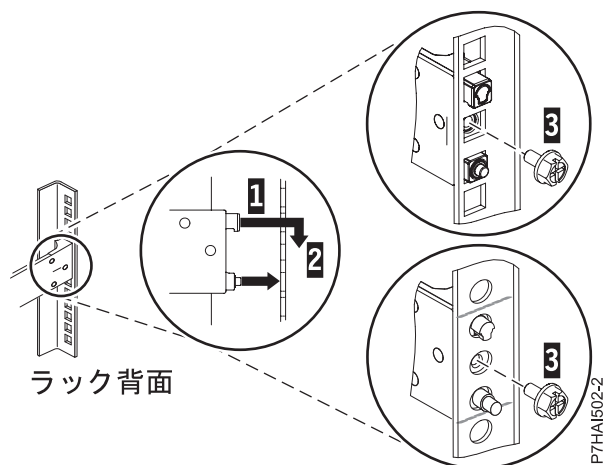

図 20. ラック背面の穴へのピンの位置合わせおよび噛み合わせ
3. スライド・レールの後部にある 2 つのピンの位置を、事前にマークを付けた、選択済みの EIA 単位の上下 2 つの穴に合わせます。スライド・レールを手前に引いて、2 つのピンをラックの穴に挿入し (1)、スライド・レールを下方に下げて (2) 上部のピンのフック機構を噛み合わせます。詳しくは、図 20 を参照してください。次のステップに進む前に、2 本のピンがラックの穴から出ていることを確認してください。